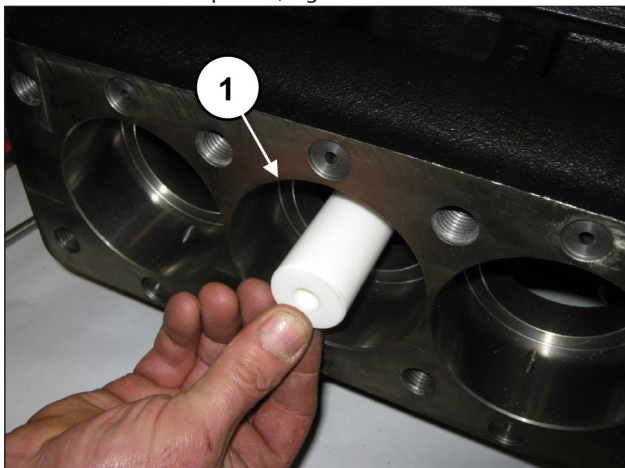
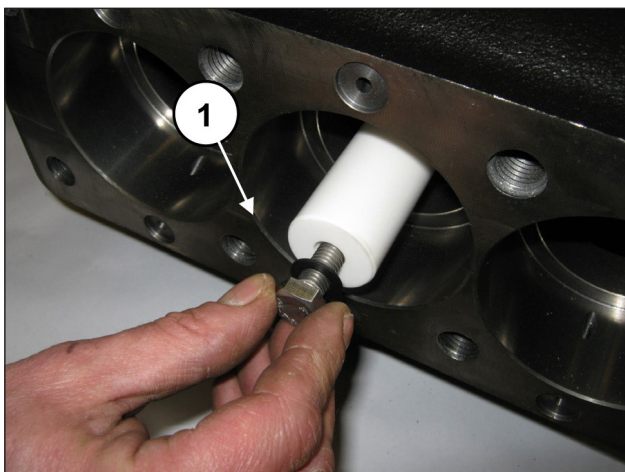

Fig. 182
Fig. 183
Montar los pistones en las guías (pos. ①, Fig. 182) y extraerlos como se indica en la pos. ①, Fig. 183.